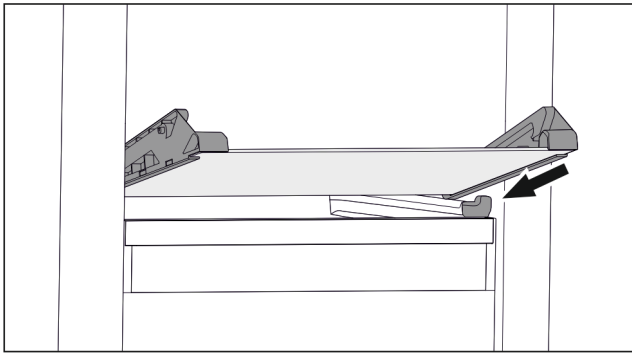

Fig. 67 Glassplate på nedvippbar skuff
- ▶ Sett glassplaten på skrå bak stopperne. (se Fig. 67)